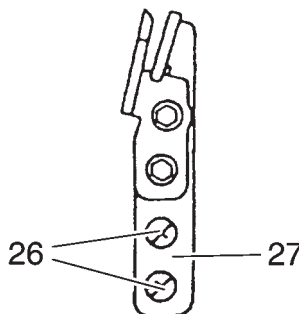

Рис. 15
- Выверните оба крепежных винта 26 и снимите держатель игольного предохранителя 27 (рис. 15).